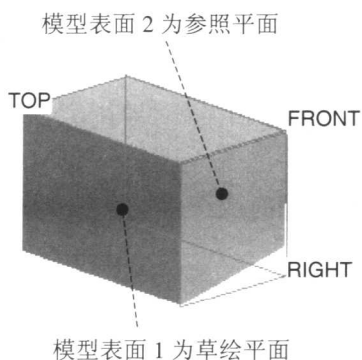

图 2.7 设置草绘平面
② 定义扫描轨迹的草绘平面及其参照面：选取如图 2.7 所示的模型表面 1 作为草绘平面，选择 **Okay (正向)** \rightarrow **Top (顶)** 命令，选取如图 2.7 所示的模型表面 2 作为参照平面。